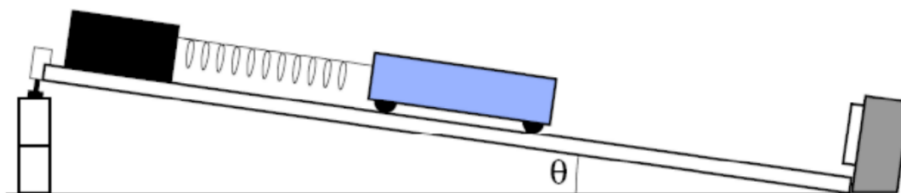

Figura 1
1. Construa o plano inclinado com a calha, e ligue o carro a uma das molas fornecidas conforme mostra a Figura 1. O sensor de distância fica na parte inferior da calha. Verifique que o sistema está estável. Não se esqueça de medir o ângulo.
Quando dois pêndulos são acoplados por uma mola (ver Figura 1), o momento da força adicional é dado por